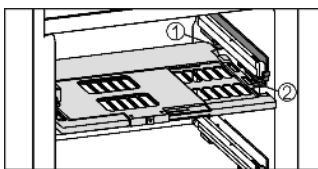

Fig. 14
- ▶ Установка пластины регулировки влажности: поперечные ребра крышки на пластине вставить через низ в задний держатель *Fig. 14 (1)* и защелкнуть спереди на держателе *Fig. 14 (2)*.